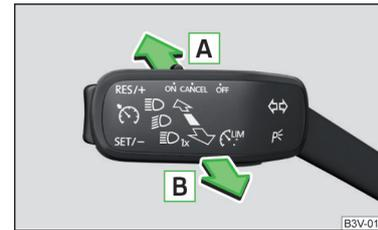

Fig. 60
- Amenez la manette sur la position **A** (position auto-rabattue) » fig. 60.
- Lorsque les feux de route **sont allumés** suite à une activation automatique, placez la manette en position **B** (position de rappel automatique) » fig. 60.